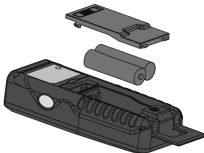

Fig. 14: Substituição das pilhas internas
1. Deslizar a tampa do compartimento da pilha para a direita e removê-la (ver Fig. 14)